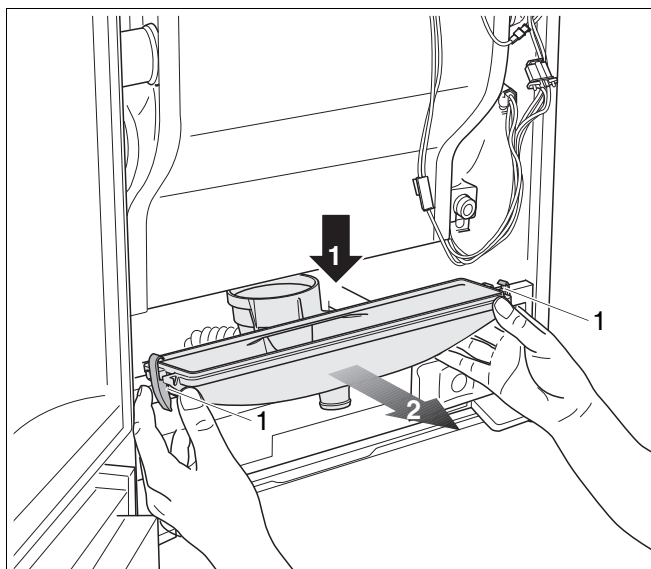

Fig. 94 Rimuovere la coppa di raccolta della condensa
- Aprire i 2 morsetti sinistro e destro ubicati sotto la coppa di raccolta della condensa (fig. 94, pos. 1).
- Premere la coppa di raccolta della condensa verso il basso (fig. 94, fase 1), quindi estrarla tirandola in avanti (fig. 94, fase 2).